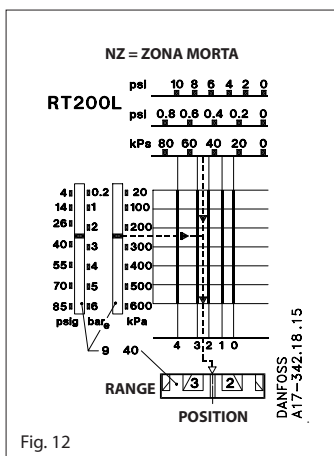

Fig. 12
La zona neutra, $35 - 32 = 3$ m colonna d'acqua, corrispondente a 0.3 bar, deve essere impostato sul disco di zona neutra (40) fig. 8 pag. 9. In base al grafico fig. 12 la regolazione del disco è 1 o poco più. Un'impostazione più precisa si può ottenere mediante la prova indicata nella fig. 14.